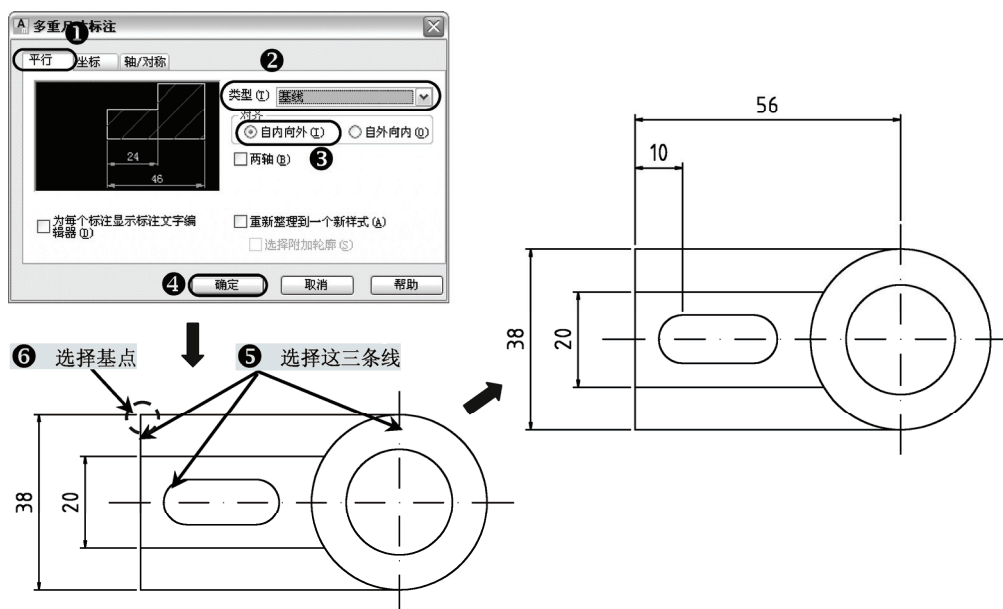

图 4-39 水平多重标注
6) 重复执行“多重标注”命令 (amautodim) 后, 弹出“多重尺寸标注”对话框, 依次选择“平行|基线|自内向外”, 确定, 依图示选择要标注的线段, 再选择基点, 选择“水平”选项, 对“俯视图”进行水平方向的标注, 如图 4-39 所示。